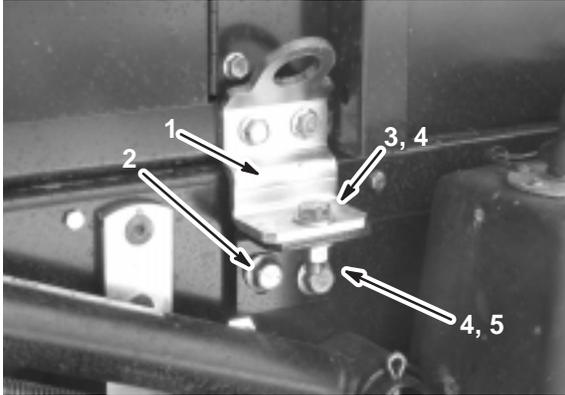

Figura 20
11. Fissate il gruppo slitta del serbatoio al telaio con un bullone (1/2 x 1-1/2 pollice), due rondelle (1/2 pollice) e un dado di bloccaggio (1/2 pollice), come illustrato nella figura 20.